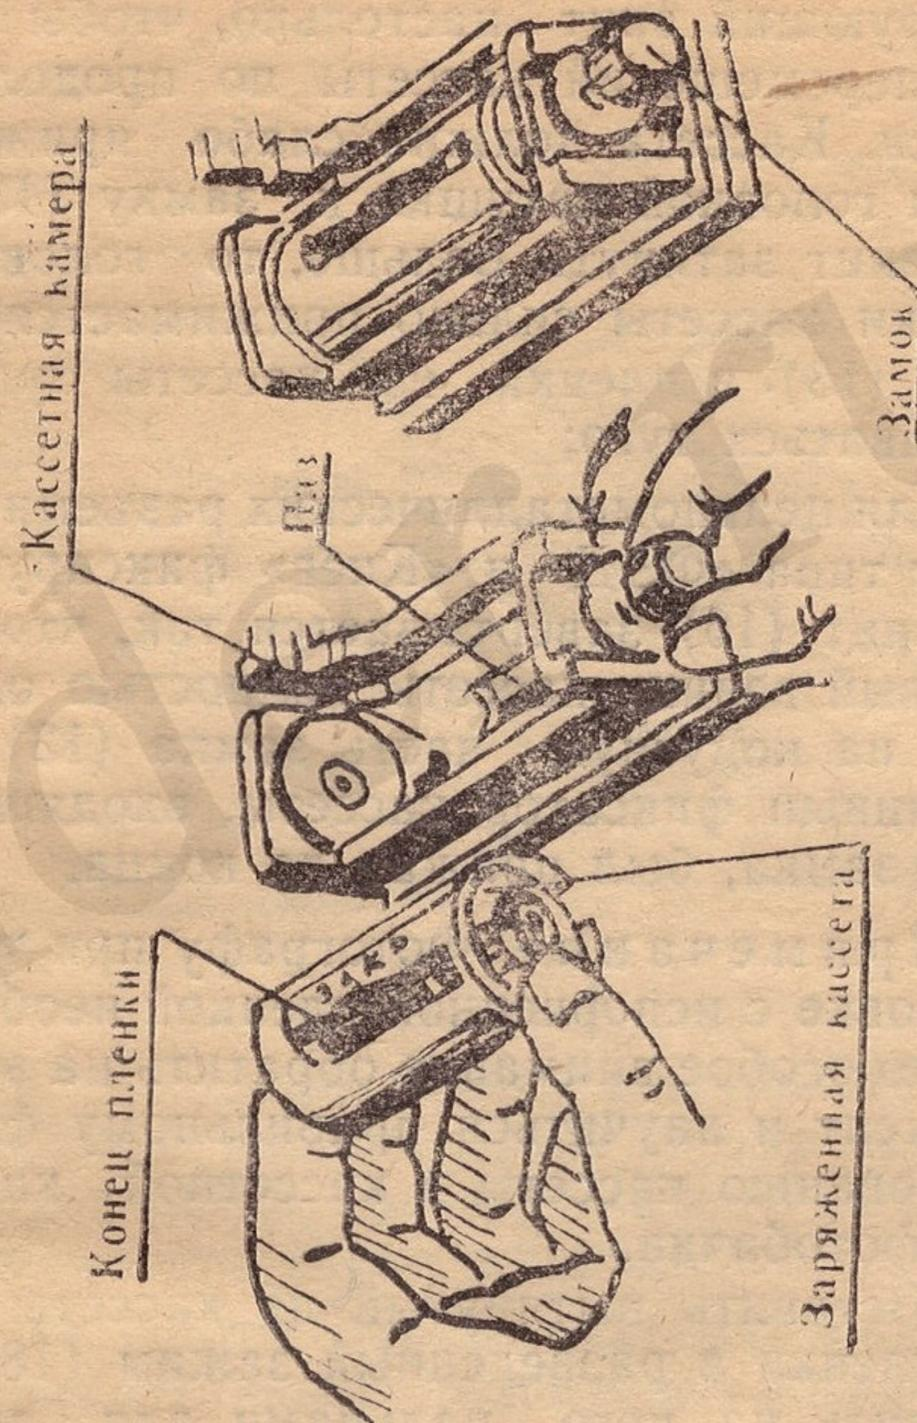

Рис. 3.
5. Отвернуть винт (16) настолько, чтобы обеспечить свободное вкладывание кассеты в кассетную камеру (14).
Если используется разъемная цельнометаллическая кассета типа «ФЭД» или от фотокамеры «Киев», то замок (13) повернуть против часовой стрелки до упора, как показано на рис. 3, а.
6. Вставить сверху в кассетную камеру заряженную кассету щелью к желобу (17) и головкой катушки к замку (13). Фиксаторы разъемных цельнометаллических кассет должны входить в паз замка (13), чего следует добиваться поворотом замка в необходимом направлении, а боковые упоры кассет — в пазы кассетной камеры (см. рис. 3, а, б). Цельнометаллические кассеты вкладываются в кассетную камеру в положении «закрывается».
7. Завертывая фиксирующий винт (16), прижать кассету к замку (13):